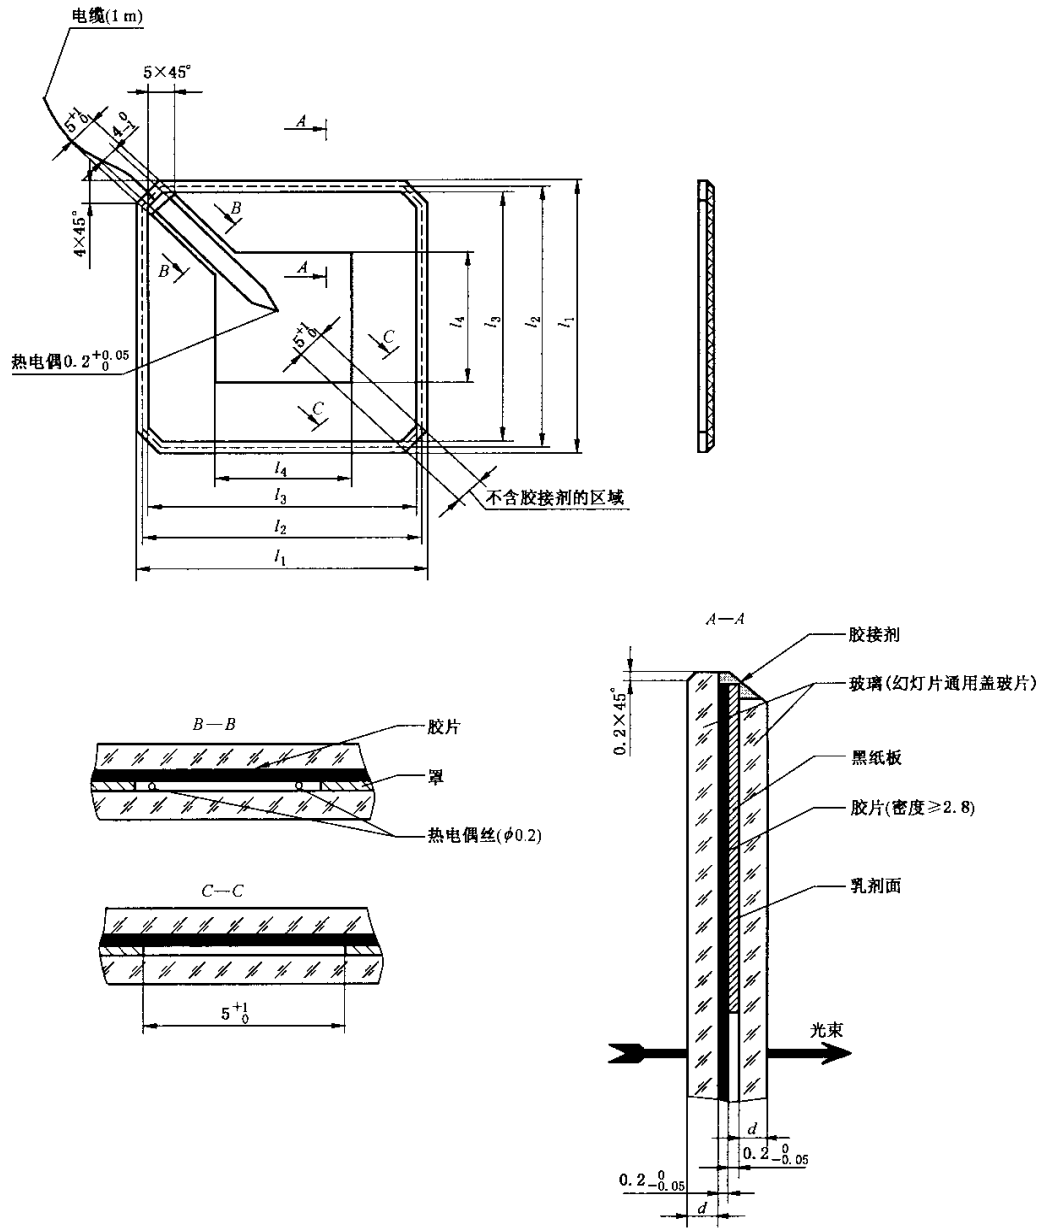

图 1 测温片(见 3.1)
- 3.1 测温片的结构和细节如图 1 所示,尺寸及误差见表 1,其要求见 3.2~3.6。
- 3.2 热电偶应是由 NiCr-Ni 丝所组成,直径为 0.6 mm,其接头应平整,厚度应和热电偶直径一致,热电偶位置应如图 1 所示。热电偶接头应与胶片及玻璃确保接触,并应置于测温片的中心,不得超出以测温片中心为圆心、直径为 6 mm 的圆。
表 1 50 mm×50 mm 和 30 mm×30 mm 幻灯片任选尺寸(见图 1)